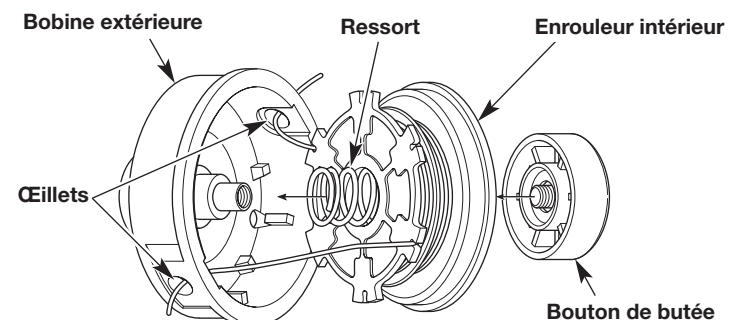

Fig. 18
1. Enfilez les deux extrémités de la ligne de coupe dans les œillets de la bobine extérieure. Installez le ressort dans l'enrouleur intérieur. Insérez l'enrouleur intérieur dans la bobine extérieure. Pressez l'enrouleur intérieur et la bobine extérieure l'un contre l'autre (Fig. 18).